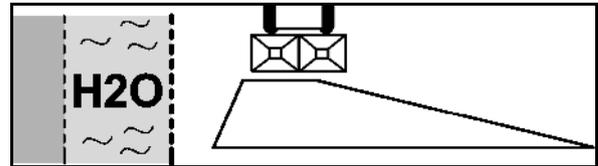

Fig. 71
La valeur de réglage doit être relevée dans le tableau d'épandage (Fig. 71).
2. Déplacez le déflecteur sur l'étrier de guidage (Fig. 73/1) jusqu'à ce que le repère (Fig. 73/2) soit sur la valeur de réglage indiquée dans le tableau d'épandage (Fig. 71).